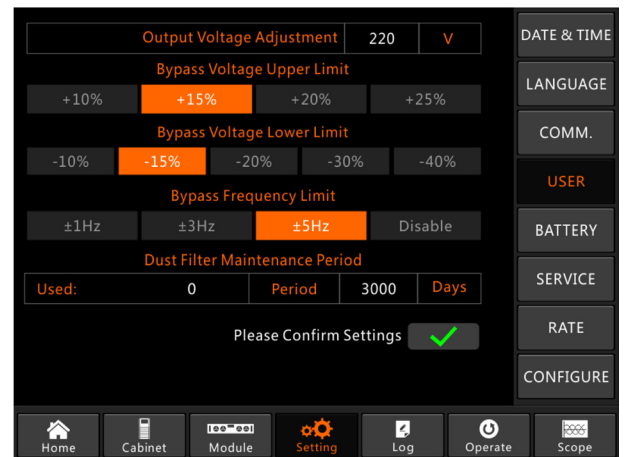

Fig. 72. Pantalla de ajustes usuario.
4. Mantener el resto de parámetros de cada SAI si no existe ningún requerimiento especial (mantener los ajustes por defecto), tal como muestra la Fig. 72.